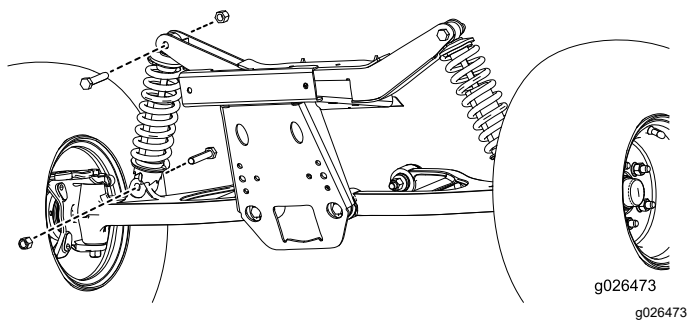

Figure 2
2. Déposez les amortisseurs existants, comme montré à la Figure 2.